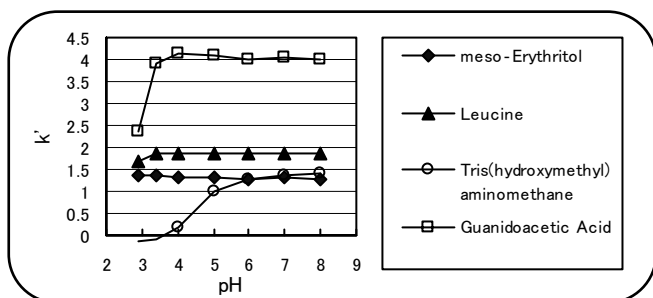

図4、pHと保持との関係
(2) pHの効果
- 中性付近のpHで使用すると保持は大きくなります。（図4）